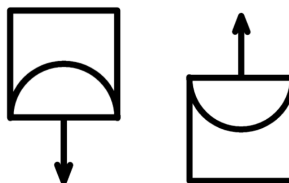

Рис. 3. Прямое и обратное УГО.
3. Возможность выбора прямого и обратного УГО. Регулируется параметрами «УГО Прямое Видимость» и «УГО Обратное Видимость», см. рис. 3 и раздел «Параметры экземпляра» в таблице 2.